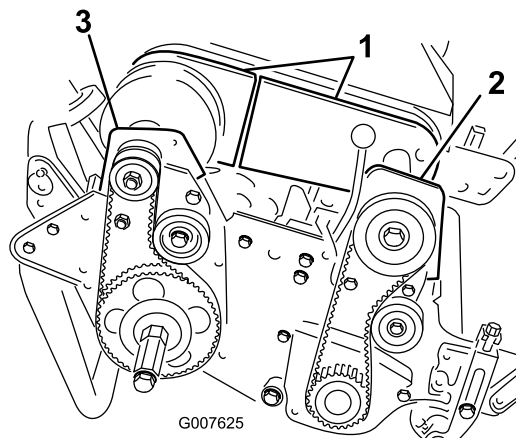

図 41
4. デファレンシャルカバー前半分と後半分のボルトを取り、カバーを外してベルトが見えるようにする図 41。
6. 前クラッチハウジングをサイドプレートに固定しているボルト 2 本を外す図 41。
8. 右後ベアリングハウジングをサイドプレートに固定しているボルト 2 本とロックナットを外す図 41。